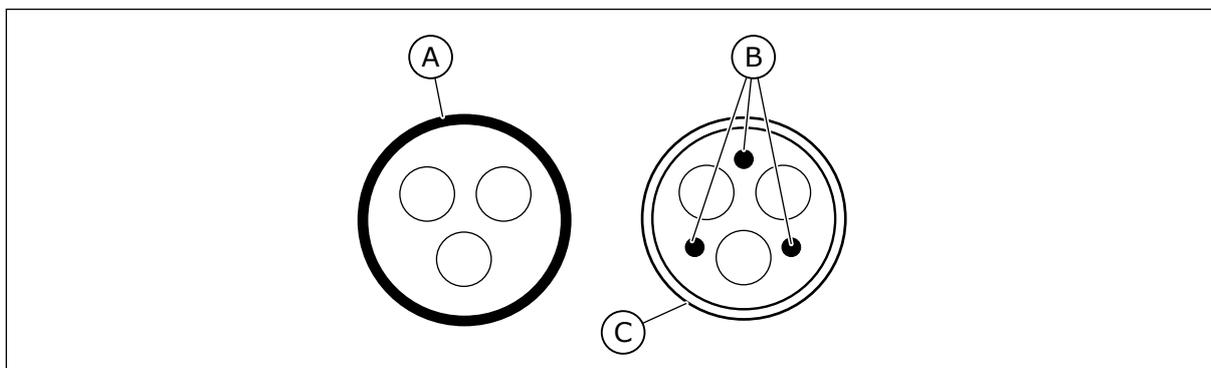

图 36: 具有 PE 导体的电缆
2. 具有同心保护线的对称电源电缆。适用于指定电源电压的电缆。我们建议使用 MCMK 电缆。请参见图 36。
3. 具有紧凑式低阻抗屏蔽层的对称电源电缆。适用于指定电源电压的电缆。我们建议使用 MCCMK 或 EMCMK 电缆。我们建议电缆传输阻抗 (1...30MHz) 最大为 100 mΩ/m。请参见图 36.\* = 对于 EMC C2 级别，电机端具有电缆密封套的屏蔽层必须 360° 接地。